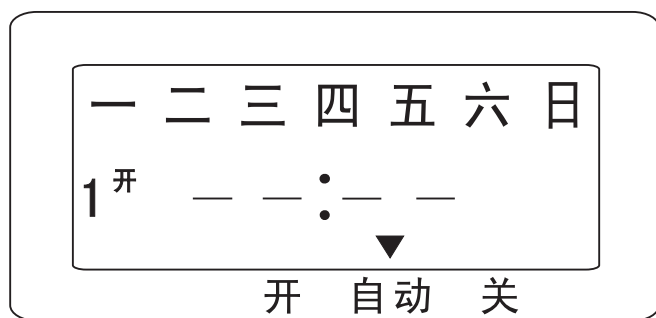

图1
5.2 设定第一次开启时间:按一下“定时”键。液晶显示屏出现(图1)状态,再按“校时”键和“校分”键,输入第一次开启时间。